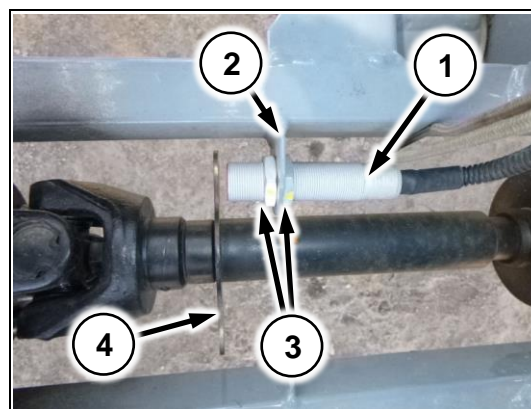

Рис. 52
13. Установите датчик скорости компьютера хим. системы (Рис. 52/1) в специальном кронштейне на раме (Рис. 52/2) и зафиксируйте гайками (Рис. 52/3)
Зазор между торцом датчика скорости и пластиной (Рис. 52/4) должен быть в диапазоне 3...5мм.